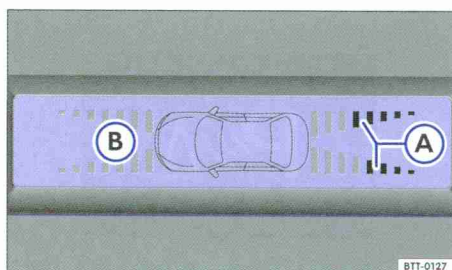

Fig. 137 Affichage sur l'écran de l'OPS : (A) obstacle repéré dans le segment. (B) Zone balayée à l'avant du véhicule.
La zone, dans laquelle sont repérés les obstacles à l'avant du véhicule s'étend à une distance d'environ 120 cm vers l'avant d'environ 60 cm vers les côtés \Rightarrow fig. 136 (C) et \Rightarrow fig. 137 (B). La zone balayée à l'arrière du véhicule atteint une distance de 160 cm vers l'arrière et de 60 cm vers les côtés.
Le graphique qui s'affiche représente les zones surveillées dans plusieurs segments. Plus le véhicule se rapproche d'un obstacle, plus le segment s'approche du véhicule représenté \Rightarrow fig. 136 (B) et \Rightarrow fig. 137 (A). La zone de collision est atteinte au plus tard lorsque l'avant-dernier segment apparaît. **Arrêtez de rouler !**